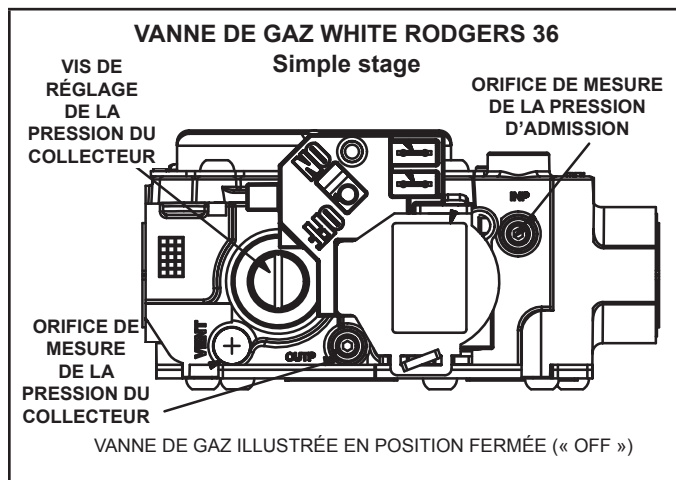

Figure 2
- 2 - Une fois la pression du gaz vérifiée et/ou réglée, vérifier la pression du collecteur au niveau de l'orifice de contrôle de pression du côté sortie de la vanne de gaz. La pression correcte du collecteur pour le gaz naturel est indiquée au Tableau 1. Se reporter à la Figure 2 pour le gaz